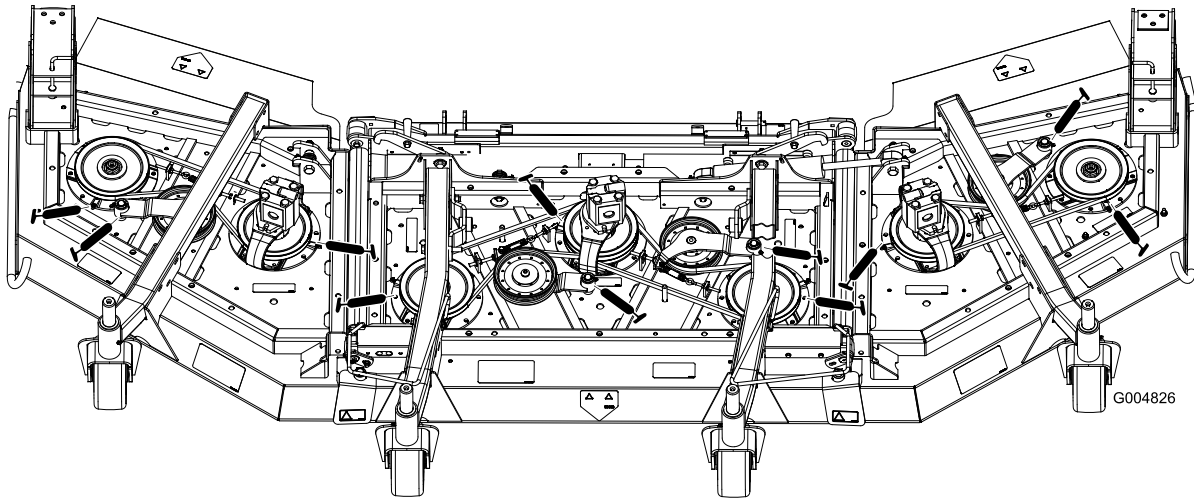

図 43
- スピンドルのシャフトのベアリング3ヶ所プーリの下(図 43)
- アイドラアームのピボットブッシュ2ヶ所(図 43)